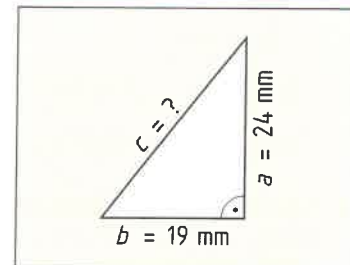

Bild 3: Rechtwinkliges Dreieck
3. Berechnen Sie die Länge der Seite  $c$  des Dreiecks (**Bild 3**) mithilfe des Satzes des Pythagoras. **Hinweis:** Beachten Sie die Rechenregeln.